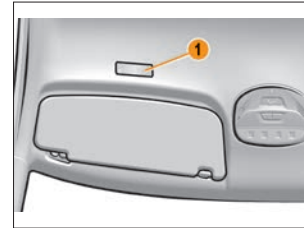

Рис. 2. Микрофон MMC
**2.3.** Ниже приведено описание особенностей управления автомобилем с автоматизированной (АМТ) коробкой передач и левым расположением органов управления (см. рис. 2), которые необходимо учитывать при эксплуатации автомобиля согласно требованиям основного РЭ автомобиля:
Перед солнцезащитным козырьком водителя расположен микрофон 1 MMC (рис. 2).